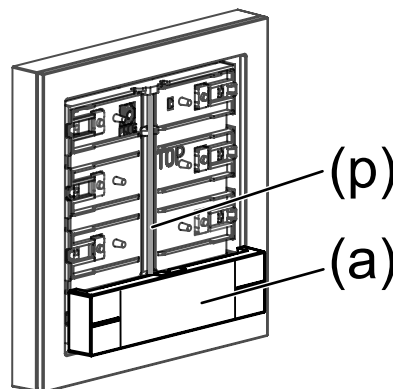

Figure 6: Mettre droit l'interrupteur de commande à bascule
- Mettre droit l'interrupteur de commande à bascule (a) (voir figure 6).